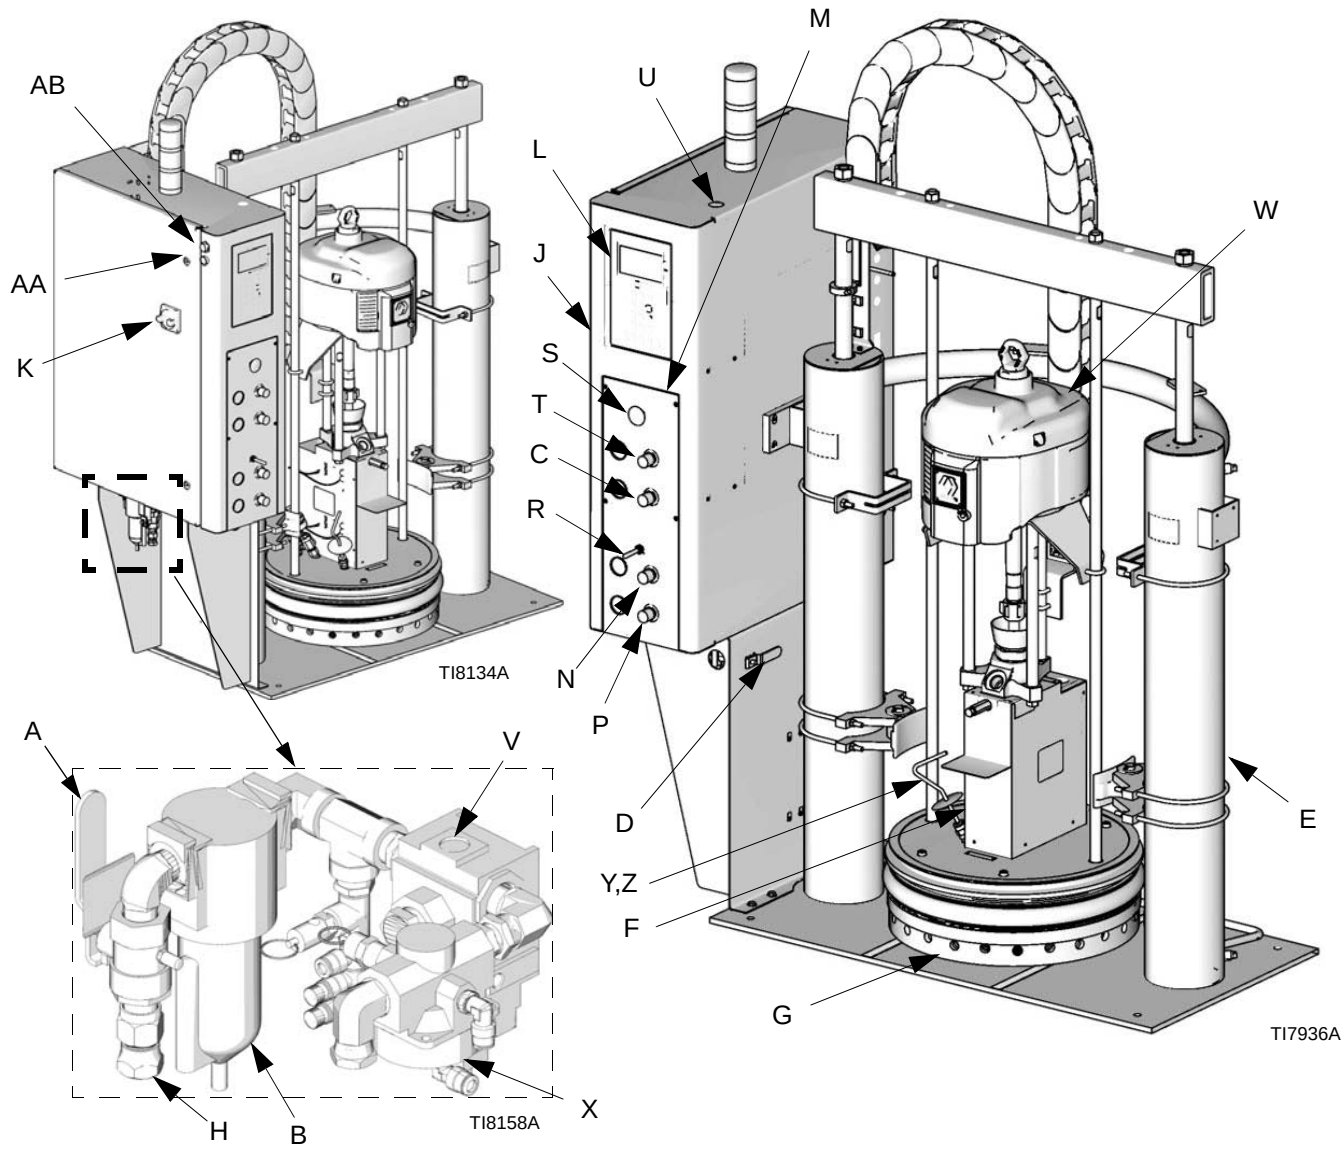

图 1：部件辨认
Therm-O-Flow 系统零部件请参见图 1。
设备包括下列部件：见图 1。
气动控制面板包括以下部分，见图 1。
有关详情，请参阅第 9 页的图 1。下列部件包括在组件内：
- 空气马达启用电磁阀，见第 9 页图 1 中的字母（X），延迟启动，使材料充分加热。